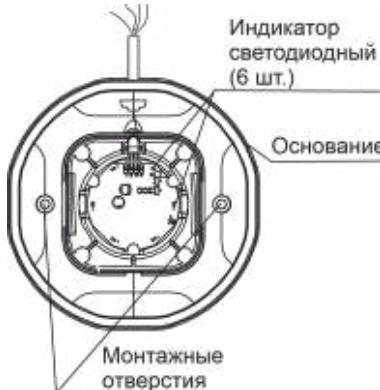

Рисунок 2
4.1 Оповещатель состоит из основания, печатной платы с радиоэлементами и крышки (рисунок 2). На печатной плате, со стороны основания, установлен пьезоэлектрический излучатель звука.
- а) используя монтажные отверстия на основании оповещателя (см. рисунок 2), закрепить оповещатель на несущей поверхности винтами;